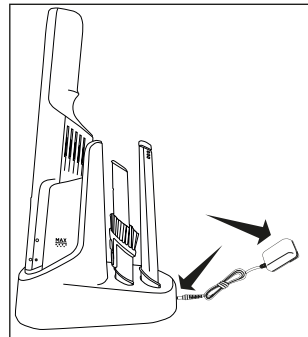
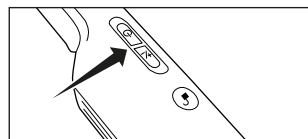

Fig. 2
Fig. 3
2. Branchez le chargeur de batterie sur la station de rangement/charge et sur une prise de courant (Fig.2) Le voyant situé sur l'aspirateur clignotera en rouge pendant que la batterie charge. Quand le voyant passe au vert, la batterie sera complètement chargée (Fig. 3). Le temps de charge est d'environ 3 heures.